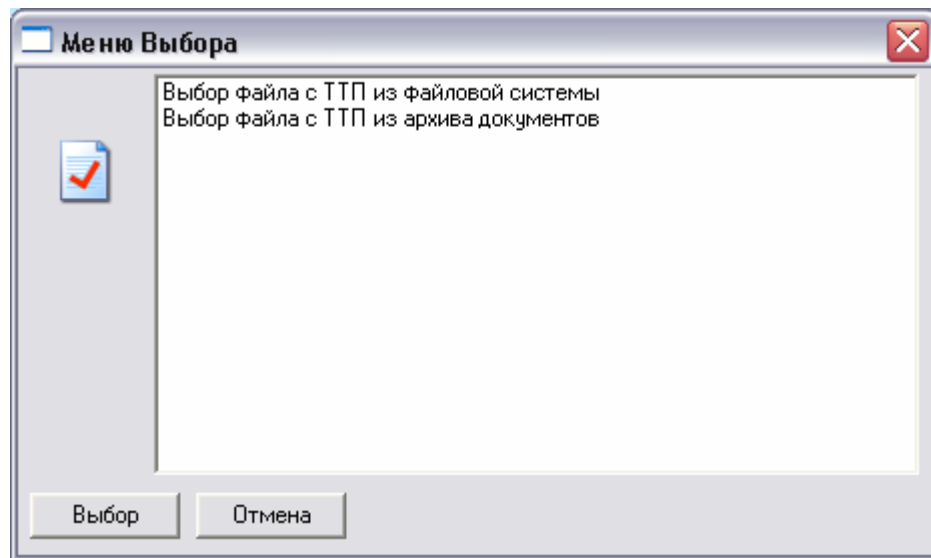

Рис. 11. Меню выбора источника выбора файла с ТТП.
3. Если в текущем окне **ADEM** подключен архив(ы) документов (см. ADEM VAULT Руководство пользователя), в меню выбора выберите **Выбор файла с ТТП из файловой системы** (см. Рис. 11).
10. В меню выбора выберите **Выбор файла с ТТП из архива документов** (см. Рис. 11).
Кнопка  - выбор источника для выбора файла с ТТП (см. Рис. 11).